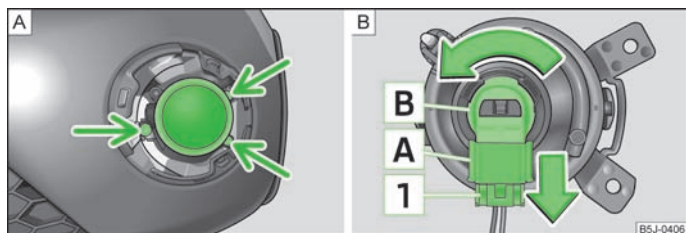

Fig. 152 Pára-choques dianteiro: Farol de nevoeiro / Farol de nevoeiro: Substituir a lâmpada incandescente
- » Com a chave de fendas » **Página 163, Ferramentas de bordo**, desenrosque os parafusos » Fig. 152 - **A**.
- Carregue na protecção **1** » Fig. 152 do conector **A** e retire o conector do suporte **B**.